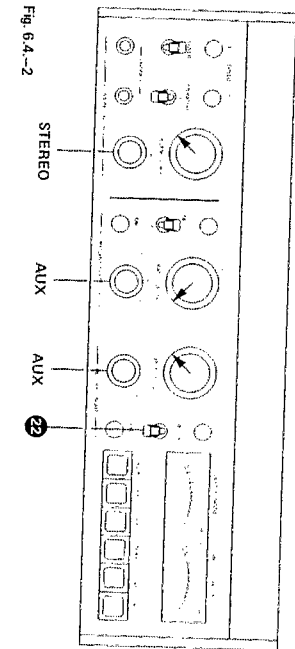

Fig. 6.4-2
- Bedienungselemente nach Fig. 6.4-2 einstellen.
- Anschluss AUX INPUT (48) parallel anschließen. Generatorspegel bei 1000 Hz so einstellen, dass sich an NF-Mittelwelle eine Spannung von 0,775 V einstellt. Für diese Spannung wird ein Eingangspegel von ca. 20 mV benötigt.
- Adjust operating controls as per Fig. 6.4-2.
- Audio generator adjusted as for previous test (1000 Hz, 0.775 V output level) and connected to AUX INPUT (48). Both voltmeters (22) and CN Multimeter (22) to read REC R (22) and CN Scale (22) to read 0 VU.
- Régler les commandes selon Fig. 6.4-2.
- Lancer le générateur de fréquence à 1000 Hz et à 0,775 V à la sortie 48, connecté aux entrées AUX INPUT (48) et des VU mètres indicateurs 0 VU.
- Comparer le résultat de lecture de REC R (22) et CN Scale (22) à 0 VU.